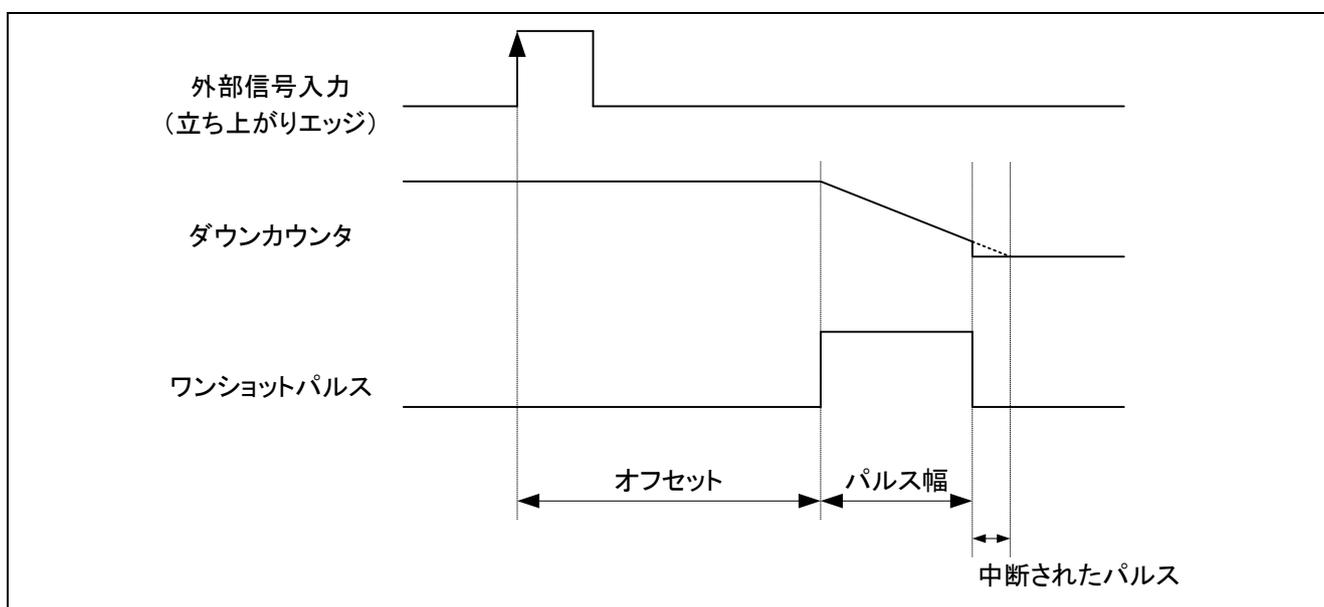

図 2.23 ワンショットパルス出力
- 1) 図 2.23に示すように外部信号の立ち上がりに同期してワンショットパルスを出力します。オフセット、パルス幅は内部クロックカウンタ値を設定します。